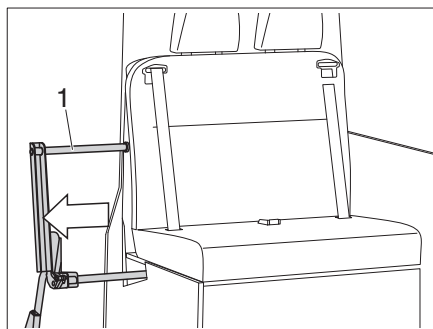
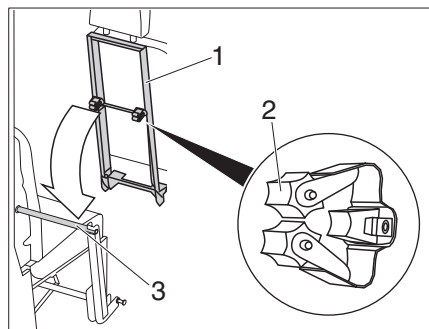
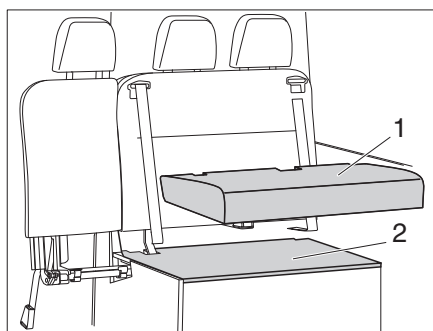

Figura 42 Extraer la ampliación del banco de asiento
Figura 43 Enganchar el respaldo
Figura 44 Quitar el cojín del asiento
- Sacar la ampliación del banco de asiento (Figura 42,1) del segundo banco de asiento.
- Enganchar el respaldo (Figura 43,1) con ambas abrazaderas (Figura 43,2) en la ampliación del banco de asiento (Figura 42,3).
- Retirar el cojín del asiento (Figura 44,1) y la tapa del compartimento (Figura 42,2).